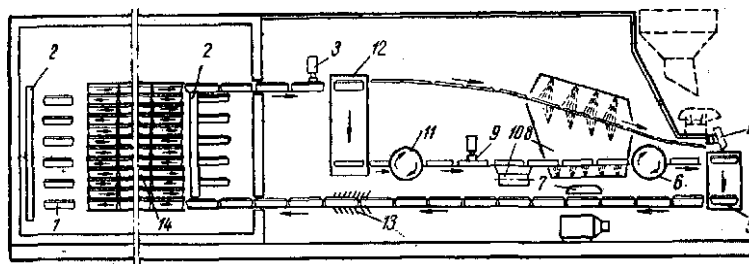

Рисунок 6.41. Поточная линия для производства мороженных блоков из неразделанной рыбы:
*Линия для производства мороженных блоков из неразделанной рыбы* (рис.6.41) состоит из рамы с блок-формами, горизонтально-плиточного морозильного аппарата, прессующего устройства, устройства для подсушки блок-форм, гидротолкателя, элеватора, опрокидывателя, выталкивающего устройства и разгрузочного транспортера.